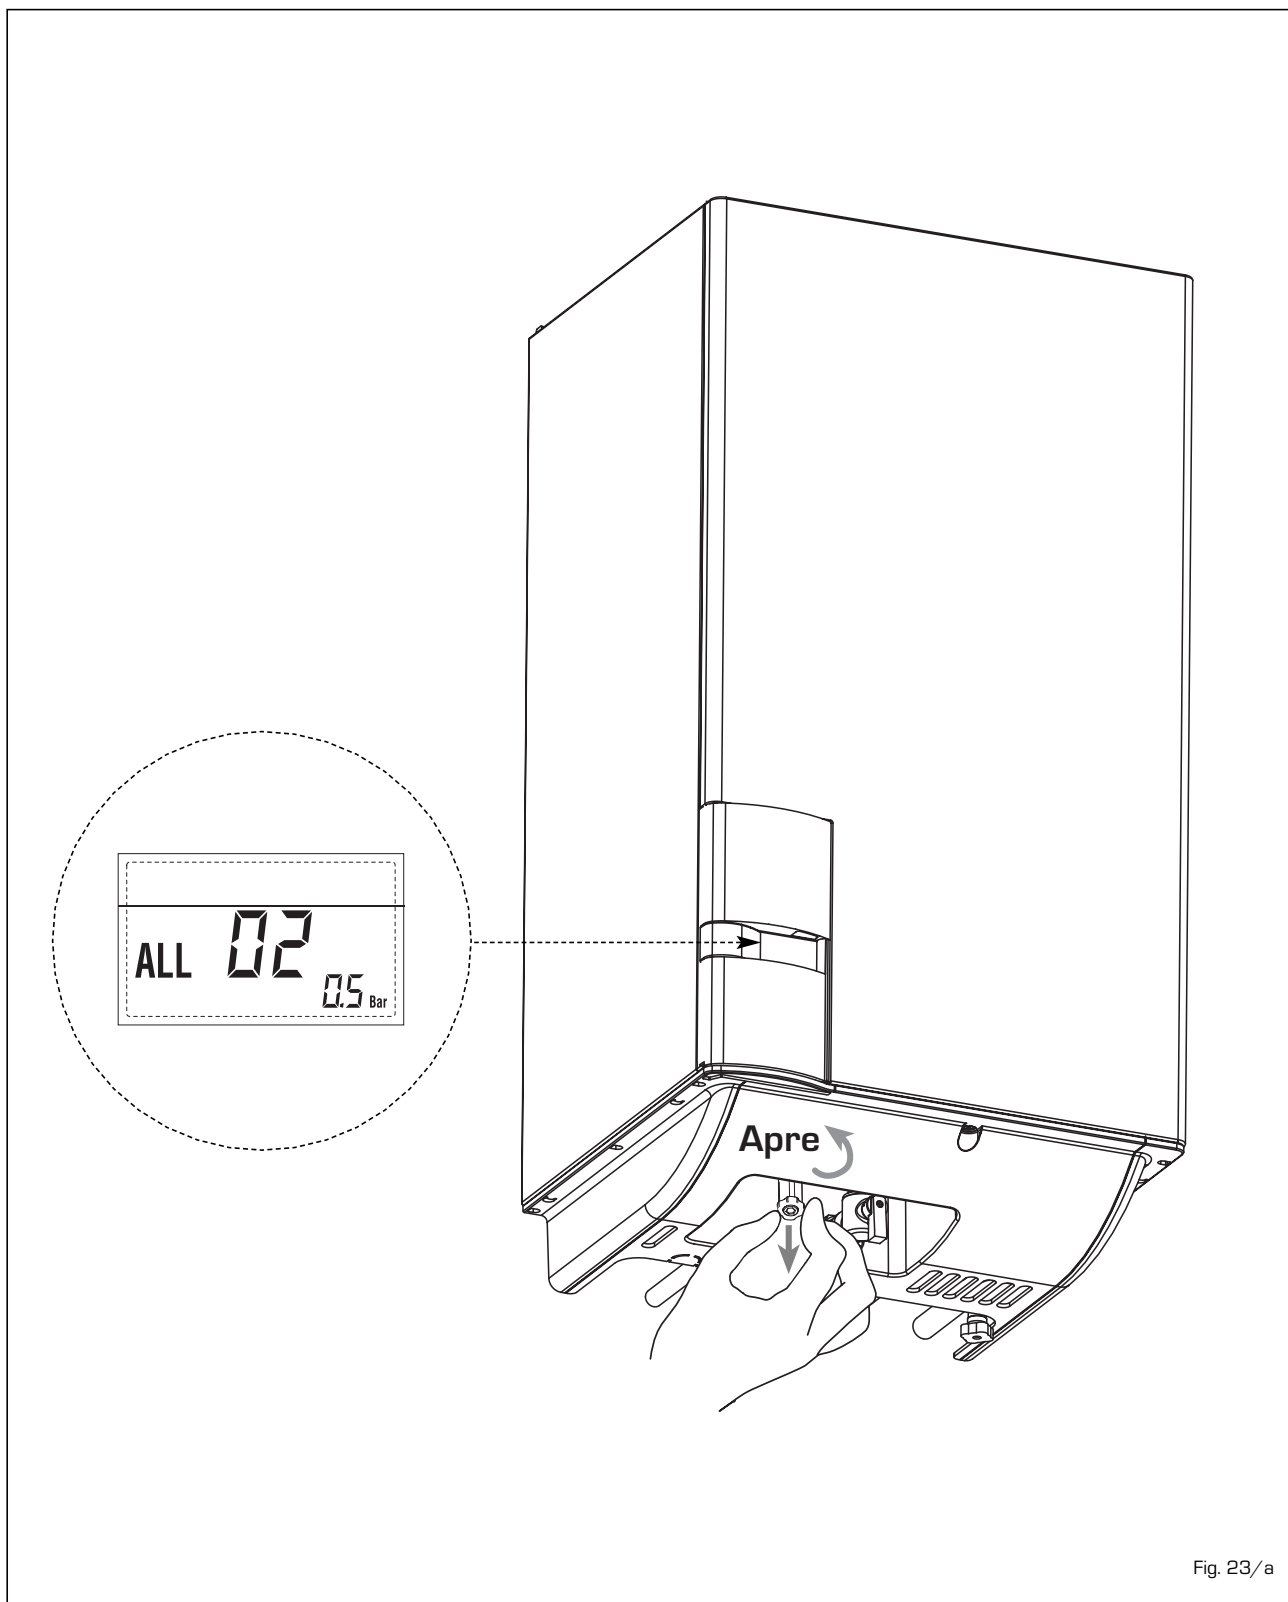

Fig. 23/a
- **ANOMALIA ALTA PRESSIONE ACQUA "ALL 03"** (fig. 23/b)